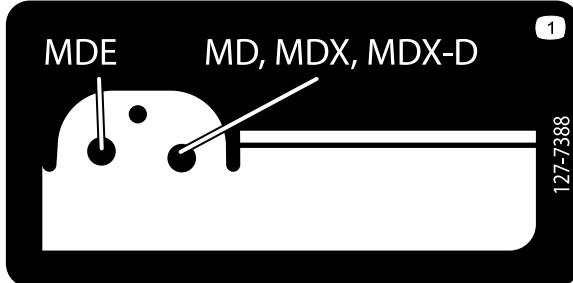

Figura 23
- Identifique que orifício externo – e suportes de elevação internos do passador de forquilha para o accionador de elevação – está localizado para o seu tipo de máquina. Consulte o autocolante do suporte interno (Figura 23).